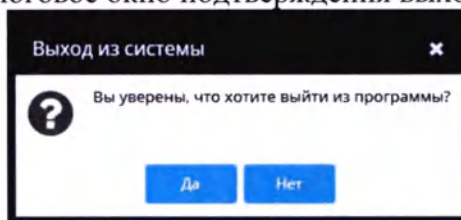

Рисунок 11. Диалоговое окно «Выход из системы»
- a. При нажатии появится диалоговое окно подтверждения выхода из программы (Рисунок 11);